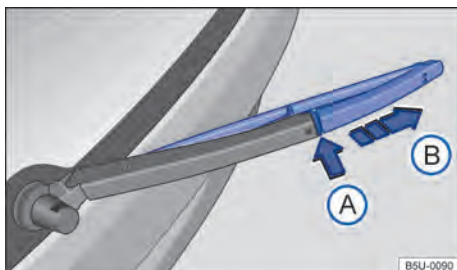

Fig. 161 Substituir a palheta do limpador do vidro traseiro.
- Manter o botão de destravamento → Fig. 161 ① pressionado.
- Retirar a palheta do limpador do vidro traseiro no sentido da seta ②.